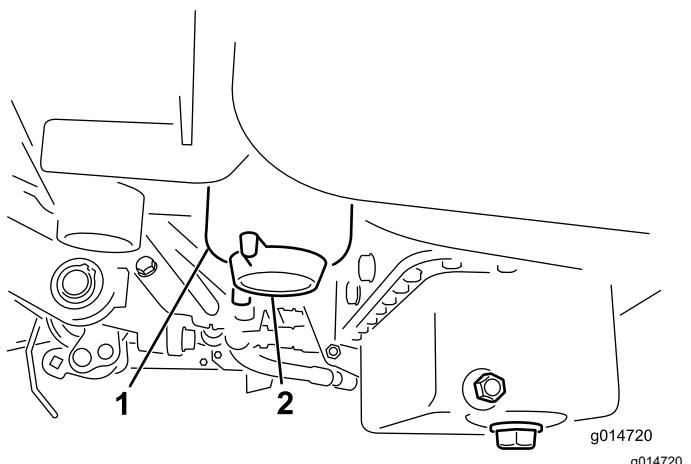

Figura 39
2. Limpie la zona de montaje del cartucho del filtro (Figura 39).
4. Abra el tapón de vaciado del filtro (Figura 39).